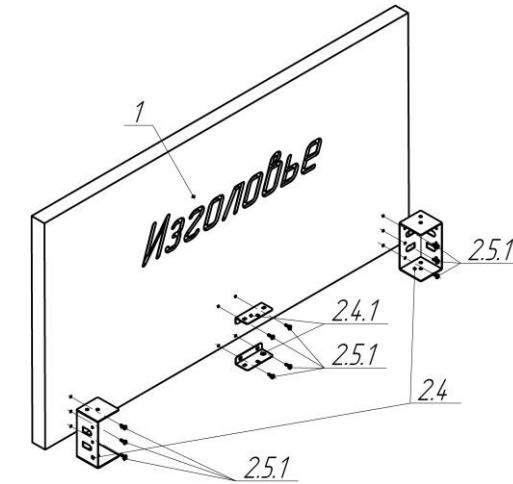

Рисунок 3 – Изголовье кровати
3. Затем состыковать изголовье кровати поз.1 со свободной стороной кронштейнов поз.2.4. Наживить винты M6x20 (M6x25) поз.2.5.1 (3 шт.) в крепёжные отверстия изголовья, то же сделать с противоположной стороны. Кронштейны (малые) поз.2.4.1 (2 шт.) установить на изголовье на уровне верхней и нижней поверхностей кронштейна, наживить винты M6x20 (M6x25) поз.2.5.1 (4 шт.) в крепёжные отверстия (Рисунок 3).